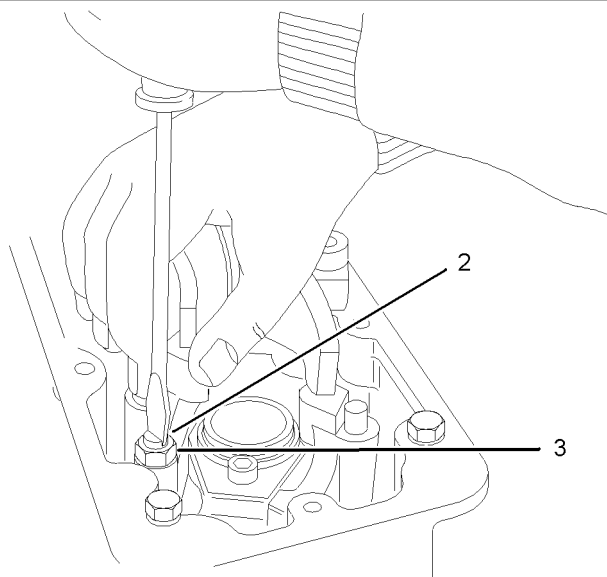

Abbildung 45
3. Sicherungsmutter (3) lösen. Schraube (2) einstellen, so dass die unverstellbare Seite der Brücke das Ventil berührt. Handdruck auf die Brücke ausüben. Siehe Abbildung 45.
4. Die Schraube so einstellen, dass die Brücke das Ventil leicht berührt. Sicherungsmutter (3) mit 35 Nm (25 lb ft) festziehen. Darauf achten, dass sich die Schraube dabei nicht dreht.